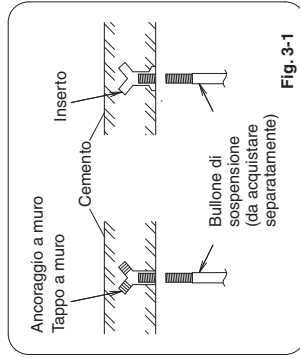

Fig. 3-1
- (1) Se quest'unità viene installata all'interno del soffitto, determinare il passo dei bulloni di sospensione consultando i dati dimensionali forniti precedentemente. Nel sospendere l'unità, le tubazioni devono venire posate e collegate all'interno del soffitto. Se il soffitto fosse già stato costruito, disporre le tubazioni in posizione per il collegamento all'unità prima di inserire l'unità all'interno del soffitto.
- (2) Avvitare i bulloni di sospensione permettendo loro di sporgere dal soffitto come illustrato nella Fig. 3-1.